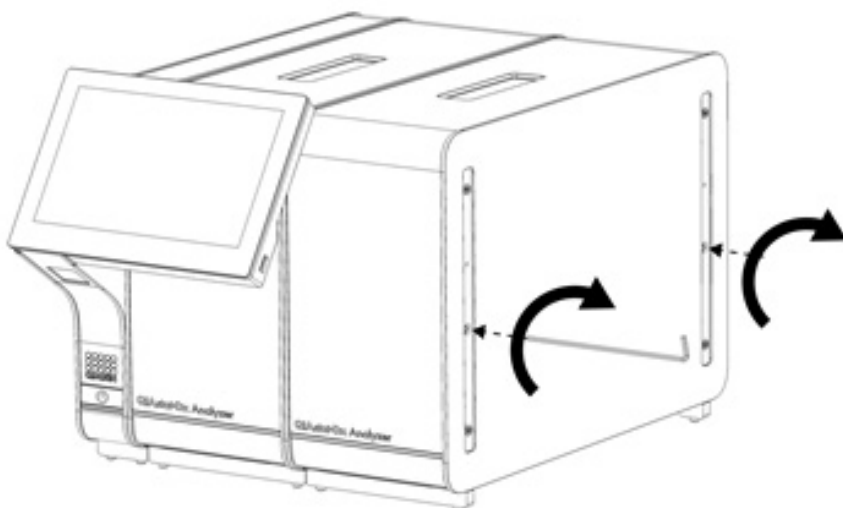

Figura 16. Alinhamento e colocação do módulo analítico adicional.
4. Alinhe o módulo analítico adicional com o módulo analítico existente. Aperte os parafusos utilizando a ferramenta de montagem do módulo analítico-operacional fornecida com o QIAstat-Dx Analyzer 1.0 (Figura 16).